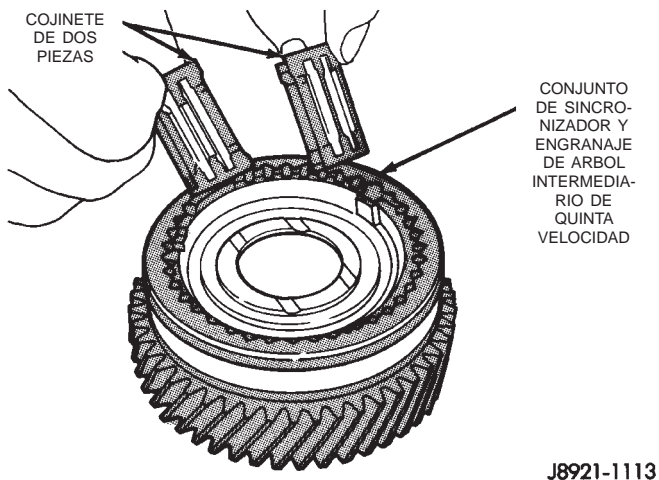

Fig. 97 Instalación de cojinetes de engranaje del árbol intermediario de quinta velocidad
(28) Instale las mitades del cojinete del engranaje del árbol intermedio de quinta velocidad dentro del conjunto de engranaje del árbol intermedio de quinta velocidad (Fig. 97).